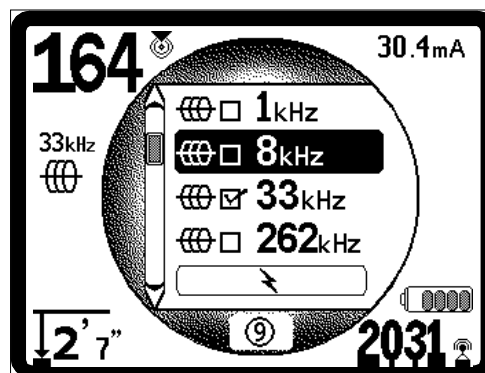

Figura 15: Selección de frecuencia (8 Hz)
2. Con las teclas de desplazamiento hacia arriba y hacia abajo, seleccione la frecuencia que desee (figura 15). En este ejemplo, el usuario está activando una frecuencia de 8 kHz.